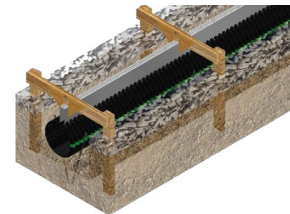

Figura 3
5. Apoye el Duraslot® para que permanezca seguro en su lugar (Figura 3).